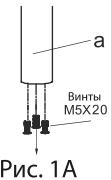

Рис. 1A
1. Извлеките 3 винта M5x20 из нижней части стойки (а), открутив их при помощи шестигранного ключа (Е) (рис.1A).